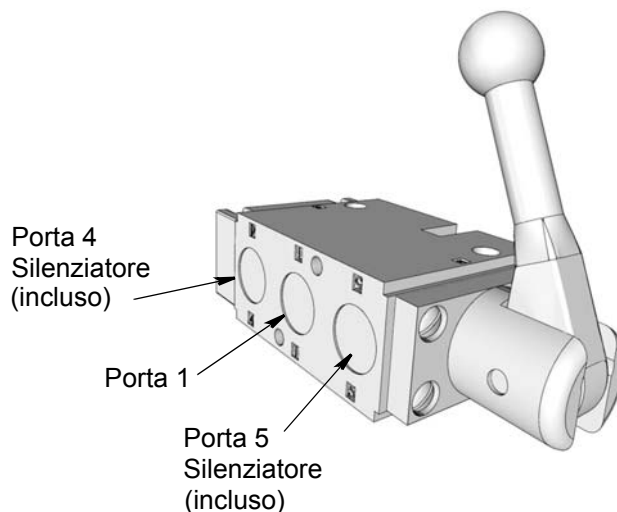

FIG. 13
- a. Collegare la porta 1 alla linea dell'alimentazione pneumatica (FIG. 13).